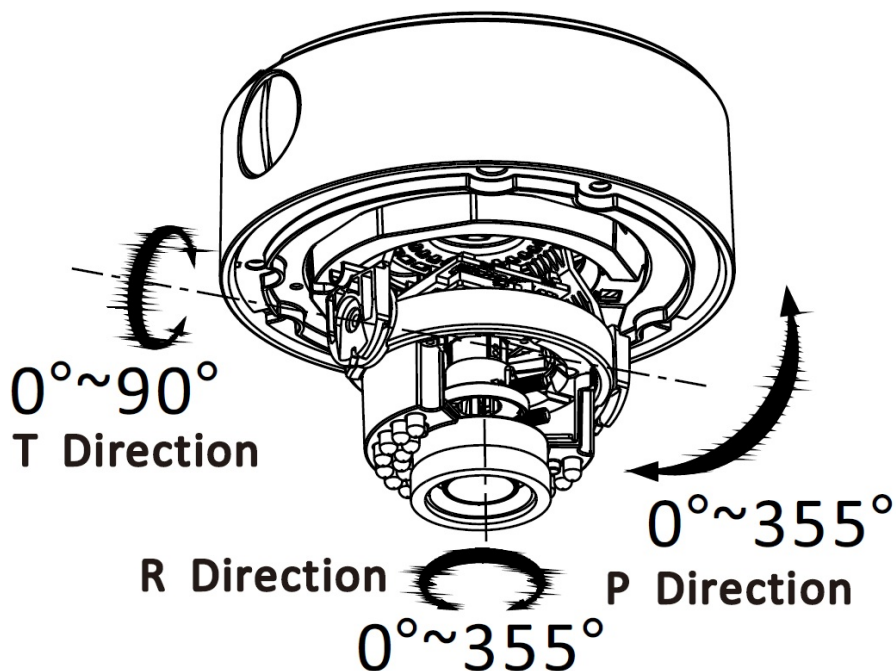

Рис. 4.4.1.4. Крепление видеокамеры LTV-TCDM1-8210L-V
9. Включите источник питания. Используйте стандартный источник питания 12В (DC) или 24В (AC).
11. Направьте объектив на желаемую зону наблюдения. В данной модели диск основания вращается $0^{\circ}\dots355^{\circ}$, угол наклона объектива составляет $0^{\circ}\dots90^{\circ}$, поворотный угол составляет $0^{\circ}\dots355^{\circ}$. При необходимости настройки положения и фокусировки объектива необходимо ослабить соответствующие винты фиксации. После завершения настройки винты фиксации необходимо затянуть, как показано на рис.4.4.1.4.